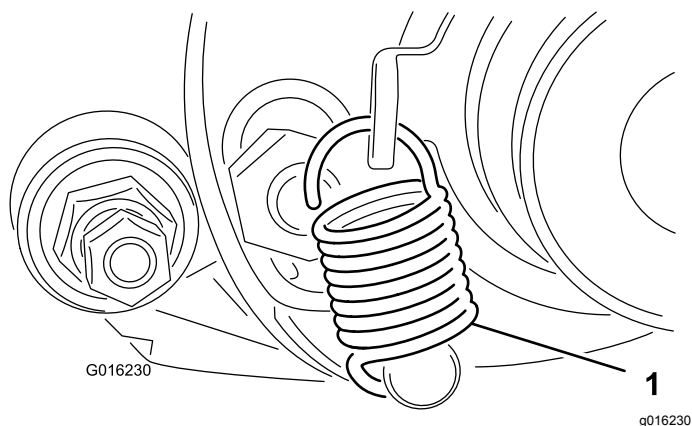

図 15
35. アイドラプーリを回してシフトレバーのスプリングをゆるめ、スプリングをプーリブラケットの穴とスタッドに図 15 のように取り付ける。